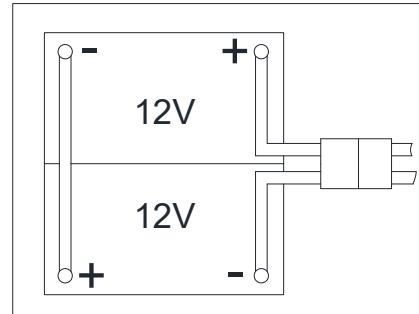

Figure 3
La machine nécessite deux batteries de 12 V, connectées selon le schéma (Figure. 3).
- Ouvrir le couvercle du réservoir de récupération (1) et vérifier si le réservoir de récupération (25) est vide; sinon, le vider par le tuyau de vidange (22).
- Fermer le couvercle du réservoir de récupération (1).
- Renverser le réservoir de récupération (25) avec précaution.
- Acheminer et installer le câble de la batterie comme indiqué dans (Figure 3), puis serrer soigneusement l'écrou sur chaque borne de la batterie.
- Placer le capot de protection sur chaque borne, puis connecter le connecteur de la batterie (38).
- Abaisser avec précaution le réservoir de récupération (25).